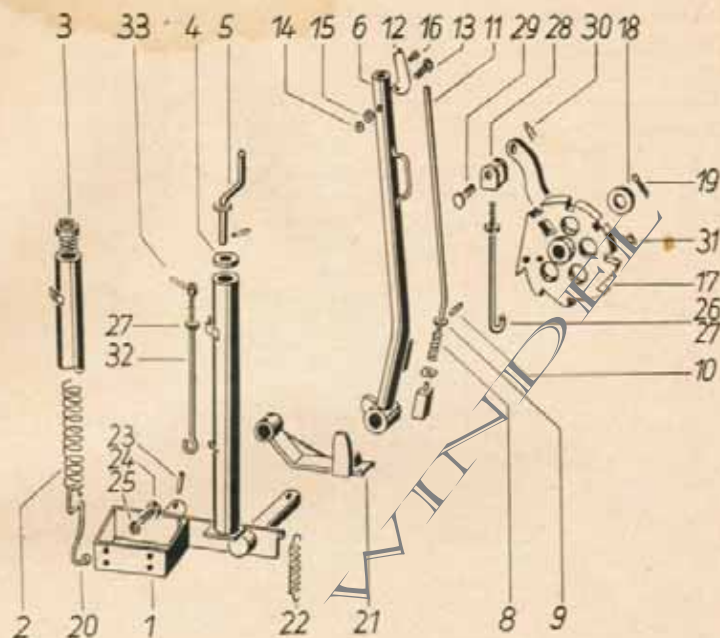

Bild 14 Einzelteile des Mähwerks-Handaufzuges
B. Mähwerkshandaufzug Faktor I und II (Bild 14)